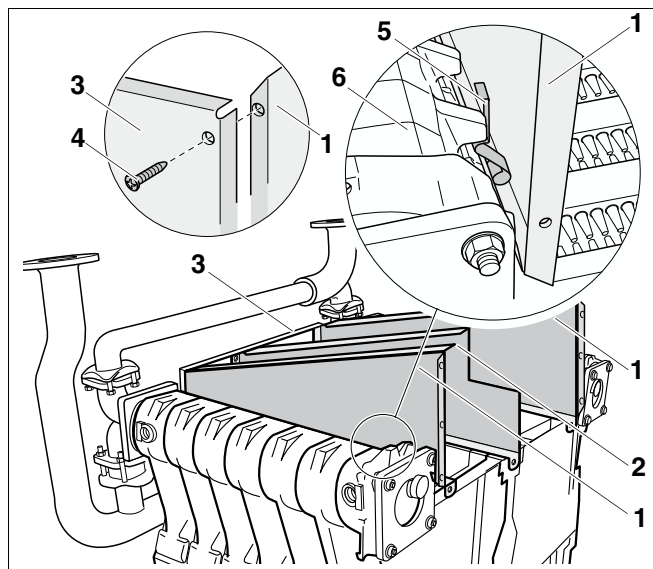

Рис. 37 Установка боковых стенок
- По очереди вставить боковые стенки (рис. 37, поз. 1) в направляющий паз и закрепить винтами с плоской головкой 3,9 x 9,5 (рис. 37, поз. 4) к передней стенке (рис. 37, поз. 3).
- Вставить закладные гайки М6 (в зависимости от размера котла 5 или 7 штук) в соответствующие выемки в боковой (рис. 37, поз. 1) и средней стенке (рис. 37, поз. 2).
- Вставить четыре прижима (рис. 37, поз. 5, два справа, два слева) между боковыми стенками (рис. 37, поз. 1) и котловым блоком (рис. 37, поз. 6).
При неправильной установке прижимов дымовые газы из коллектора могут проникать в помещение (см. рис. 37, **поз. 5**, стр. 36).